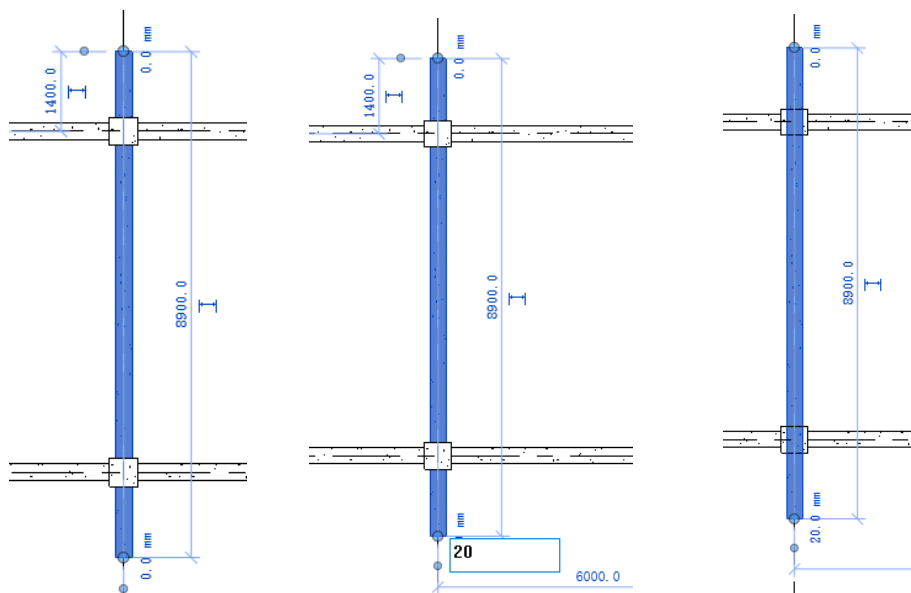

图 6-14 修改终点 / 起点标高偏移值
(3) 单击视图上的终点 / 起点标高偏移，输入新的偏移值，或直接在“属性”选项板中输入终点 / 起点标高偏移值，如图 6-14 所示。